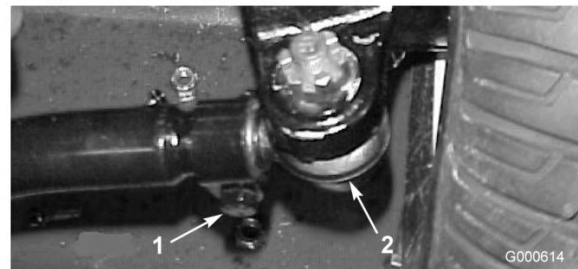

Figura 50
2. Para ajustar, remova o contrapino e a porca de cada uma das rótulas da barra de ligação (Figura 50). Remova a junta da barra de ligação do suporte do eixo.
3. Desaperte as abraçadeiras que estão em ambas as extremidades das barras de ligação (Figura 50).
4. Rode uma (1) vez a rótula separada, para dentro ou para fora. Aperte a abraçadeira na parte solta da barra de ligação.
5. Rode uma (1) vez todo conjunto da barra de ligação na mesma direcção (para dentro ou para fora). Aperte a abraçadeira na extremidade ligada da barra de ligação.